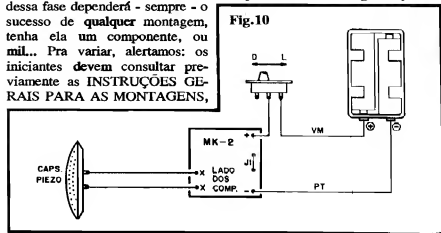

Fig. 10
- FIG. 10 - CONEXÕES EXTERNAS À PLACA (MK2) - Do lado "de fora" da placa, também vai "quase nada"... Pilhas, interruptor geral e cápsula piezo (na configuração básica). Notar que (a placa ainda é vista pelo lado não cobreado...) os pontos "J1" devem ser "jumpados", ou seja: interligados por um pedacinho de fio... Com tal configuração, uma vez ligado o interruptor geral (chave D-L), as 7 melodias serão executadas em sequência ininterrupta, finalizando a 7ª e recomeçando pela 1ª, enquanto o circuito permanecer energizado... Quanto
As baixíssimas Correntes circulantes (tanto na configuração básica, quanto na com push-button opcional...) permitem que o interruptor geral (fig. 10) ou o interrup-